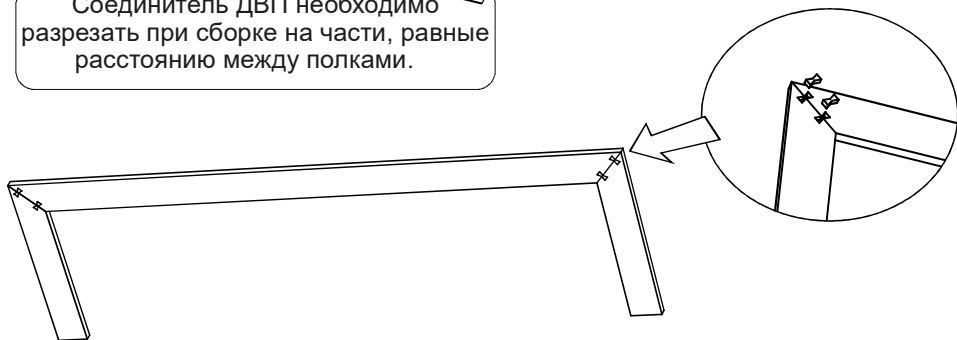

Рис. 1
2. Собрать П-образную рамку из багета пристройки как показано на рис. 1 при помощи шпонок-ласточек.